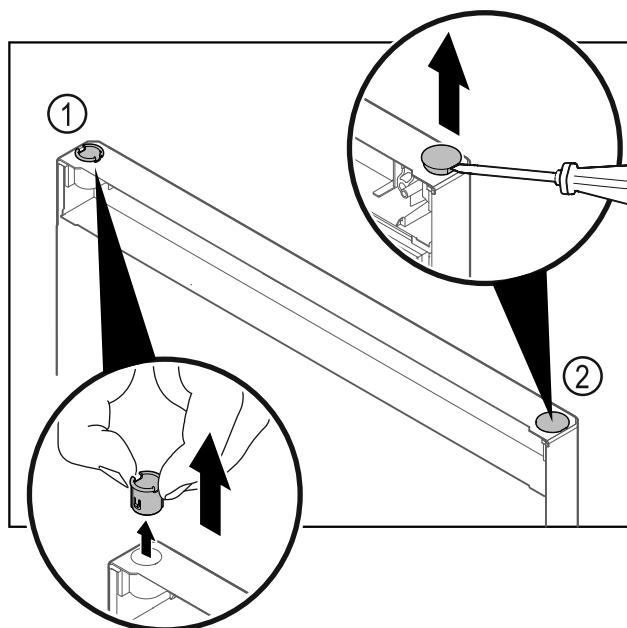

Fig. 28
- ▶ Trekk ut hengselbøssingen Fig. 28 (1) med fingrene.
- ▶ Løft dekkstøpelet Fig. 28 (2) forsiktig opp med en skruetrekker, og trekk det av.